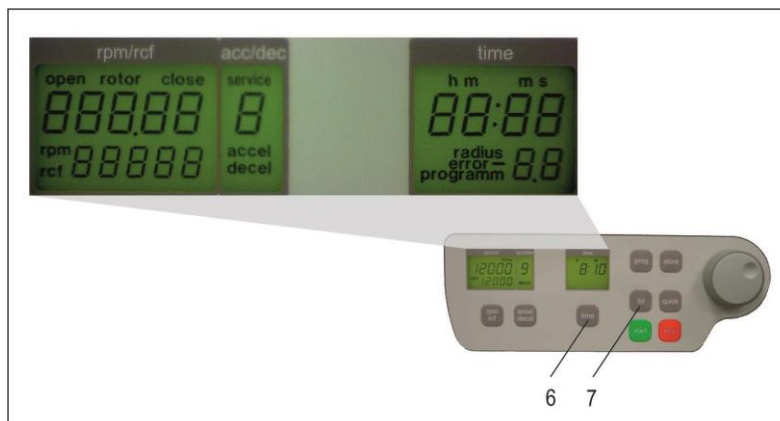

Abbildung 4
Drücken Sie im ausgeschalteten Zustand der Zentrifuge gleichzeitig die Tasten „time“ (6) und „lid“ (7) und schalten Sie den Hauptschalter der Zentrifuge ein. Lassen Sie jetzt die beiden Tasten wieder los. Daraufhin wird für ca. 5 Sekunden ein Displaytest durchgeführt, bei dem alle möglichen Anzeigen gleichzeitig erscheinen. (siehe Abbildung 4)
- Alle veränderten Einstellungen müssen durch Betätigen der Taste „start“ (9) abgespeichert werden. Zur optischen Bestätigung erscheint im Anzeigenfeld „rpm/rcf“ (A-1) der Schriftzug „store“ – nur dann sind die Vorwahlen wirksam! (siehe Abbildung 4)
Öffnen Sie wie unter Punkt 1.8.1 beschrieben das Menü „Grundeinstellungen“. Danach drücken Sie die Taste „accel/decel“ (5). Im Anzeigenfeld „accel/decel“ (A-2) blinkt der Schriftzug „service“. Wählen Sie nun mit dem Einstellregler (1) den Buchstaben „L“. Daraufhin erscheint im Anzeigenfeld „rpm/rcf“ (A-1) der Schriftzug „On Sound“. Wenn Sie jetzt die Taste „rpm/rcf“ (4) drücken, blinkt der Schriftzug „On“ und mit dem Einstellregler (1) kann der Ton abgeschaltet werden (siehe Abbildung 4).